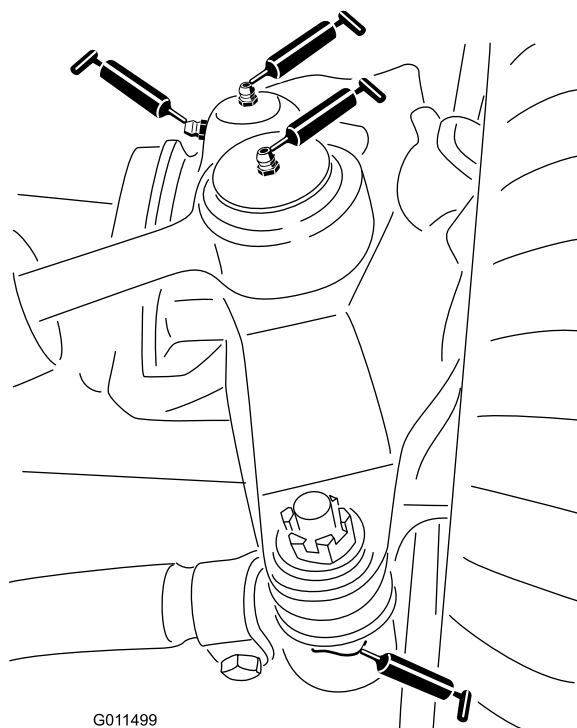

Figure 66
- 2 rotules de vérin de direction (Figure 66)
- 2 rotules de biellettes (Figure 66)
- 2 bagues de pivots de fusées (Figure 66).